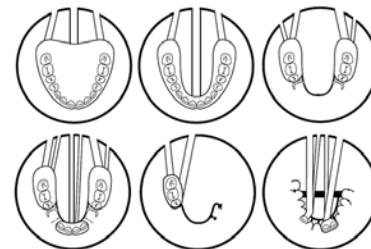

Figura 1. Tecniche di smaterozzatura
- Creare o posizionare fori per i canali di colata nello stampo in idrocolloide o silicone come mostrato nella Figura 1.